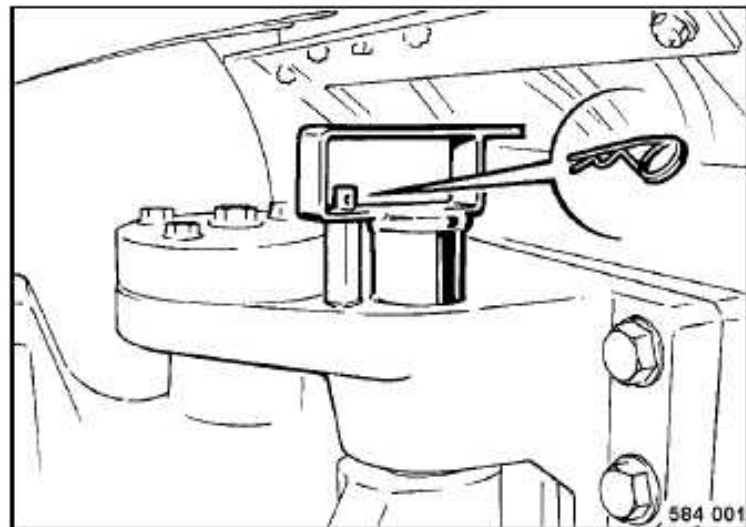

Fig. 69
- Sacar el pasador elástico (Fig. 69).